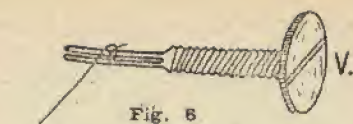

Fig. 6
V. — Vite di regolaggio (fig. 6). È una comune vite in ottone sulla cui punta si salda una forcina fatta con filo di ferro sottile ripiegato per modo che possa esservi fissata la striscietta di pelle; è ovvio che gi-
Comunque tanto volendo trarre la pelle da un pesce (l'ideale sarebbe di avere una vescica natatoria) come da un mollusco, si deve curare che detta pelle sia ben lavata e, tolte le squame, sia fatta essicare ben distesa su una tavoletta. Una volta ben secca se ne tagli una striscia della larghezza di 2/10 di mm. e per una lunghezza di cm. 14, la si monti e si tenga presente che dall'attacco della pelle al rapporto, al ponticello arrotondato della fig. 6, devono intercorrere cm. 11.